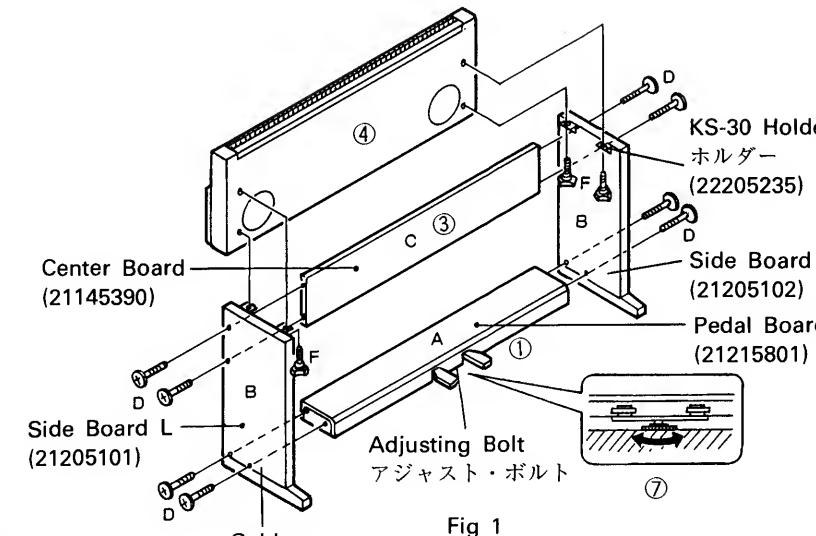

Fig 1
- ホルダーの装着されている部分を内側にして A の両側に B を取り付ける。(Fig 1)